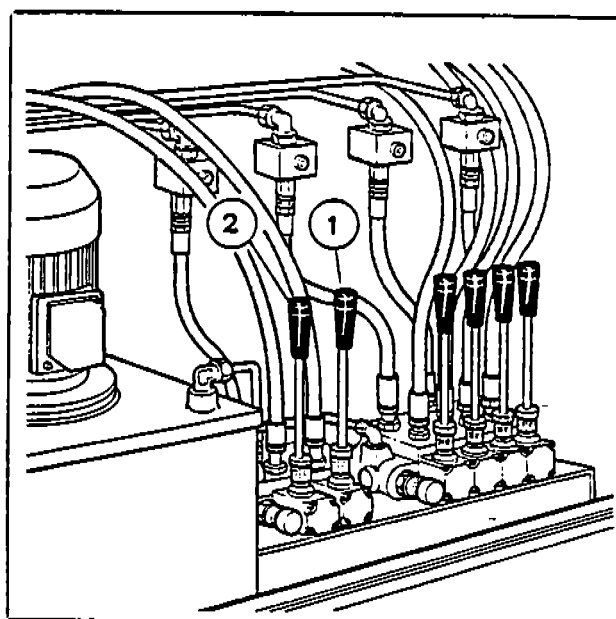

Fig. 14
- Lift the roof, little by little alternately left and right, with the two handles in Fig. 14, 1 and 2.
- Sollevare il tetto azionando alternativamente le due leve (1-2-Fig. 14) fino al sollevamento completo, fine corsa.